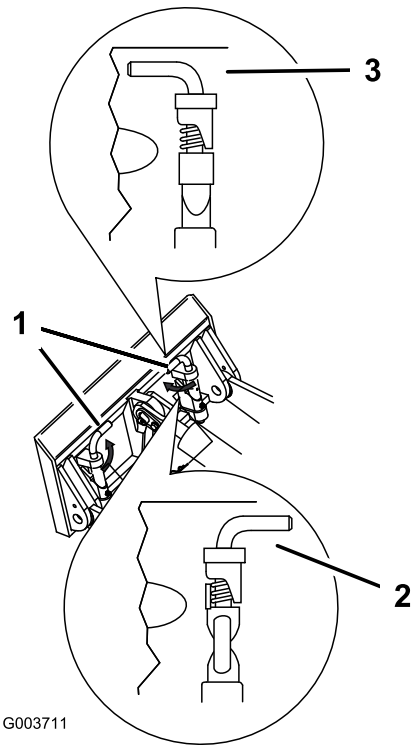

Bild 28
7. Lassen die Schnellbefestigungsstifte eingreifen und stellen Sie sicher, dass sie vollständig in der Befestigungsplatte sitzen (Bild 28).